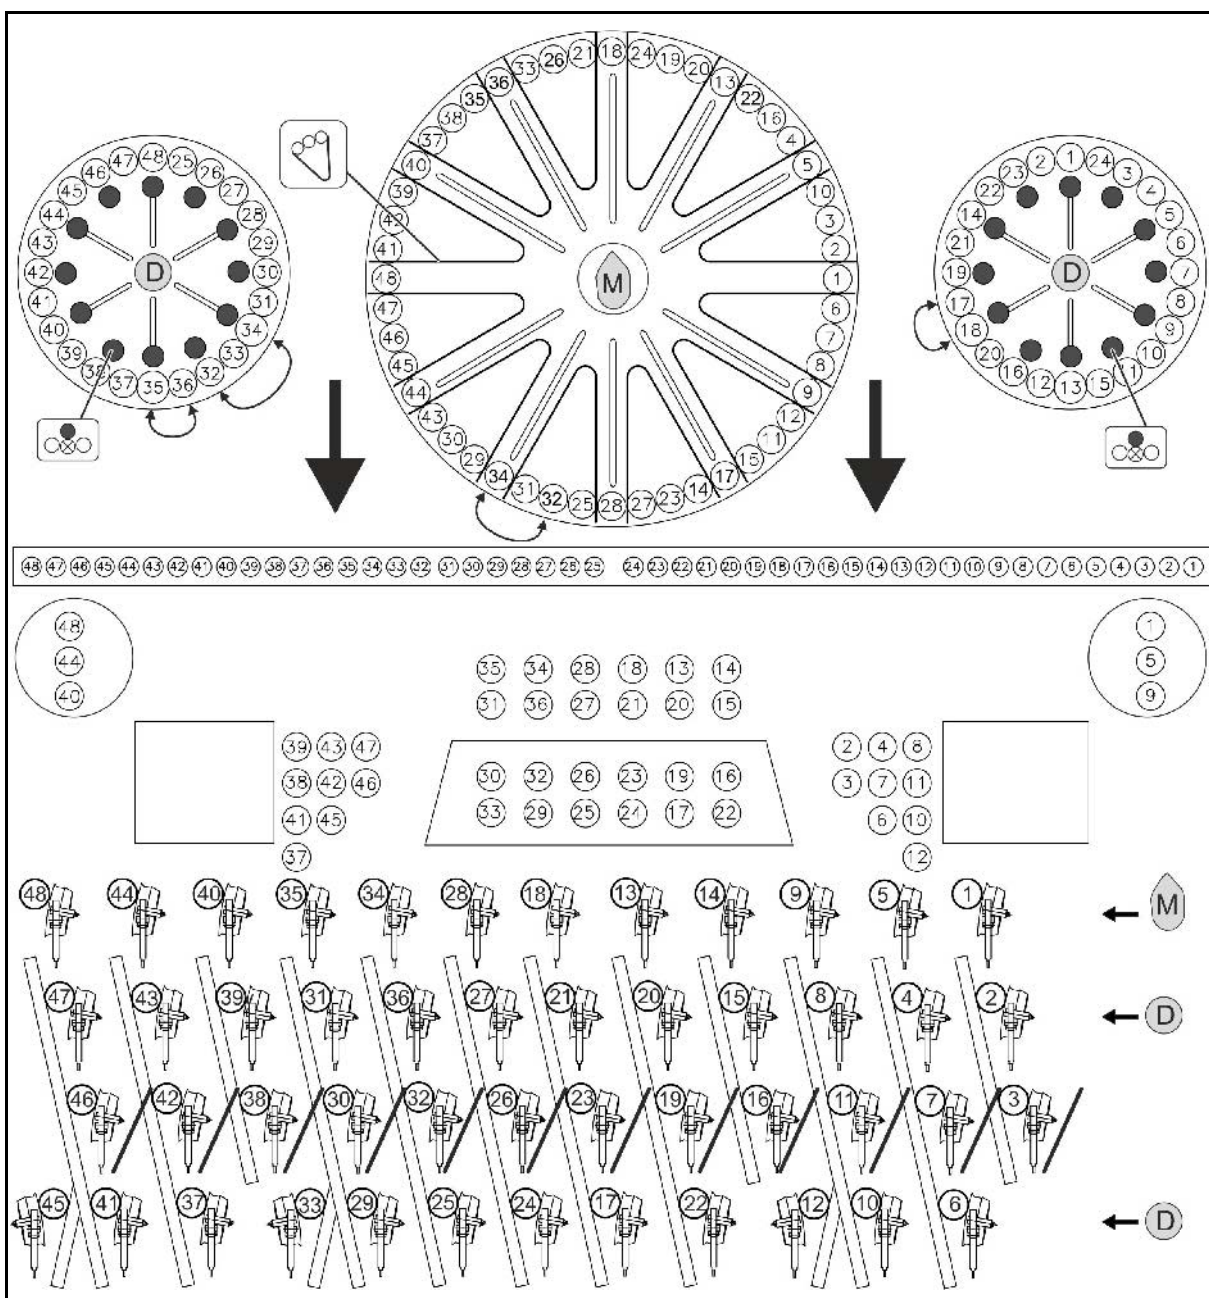

Fig. 31
- Mais : Verschlussstopfen entsprechend Fig. 31 montieren.
- Dünger : Verschlussstopfen entsprechend Fig. 31 montieren.
- Mais **M**: Verschlussstopfen entsprechend Fig. 31 montieren.
- Dünger **D**: Verschlussstopfen entsprechend Fig. 31 montieren.